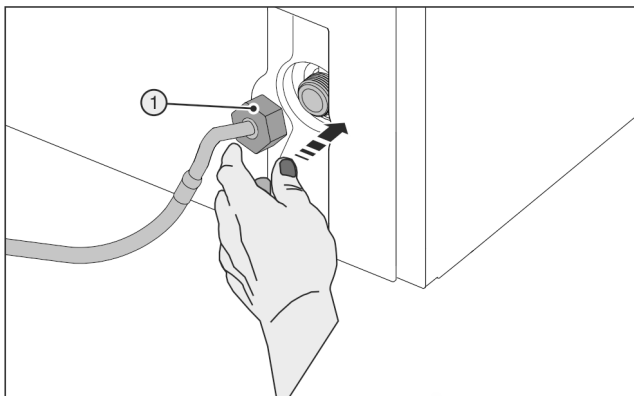

Fig. 29
- ▶ Обережно одягнути гайку Fig. 29 (1) і закрутити на різьбу.
- ▶ Обережно одягти гайку Fig. 29 (1) і накрутити двома пальцями на нарізку до досягнення міцної надійної посадки.
- ▶ Допоміжний інструмент (5) використовувати тільки при кімнатній температурі.
- ▶ Затягувати гайку Fig. 29 (1) за допомогою допоміжного інструменту (5) за годинниковою стрілкою, доки не буде досягнуто максимального моменту затяжки і допоміжний інструмент (5) не почне прокручуватися.